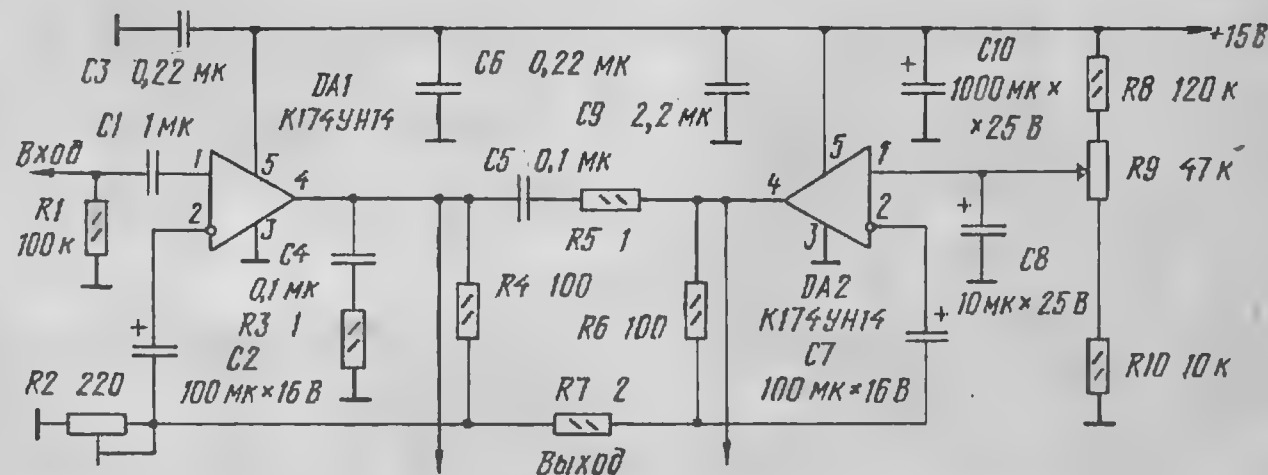

Рис. 3
На рис. 3 приведена схема мощного мостового усилителя ЗЧ на микросхемах K174УН14. Диапазон воспроизводимых частот усилителя 20...20 000 Гц при неравномерности АЧХ +2 дБ; номинальная (максимальная) мощность на нагрузке 4 Ом — 10 (20) Вт; номинальное входное напряжение — 100 мВ; отношение сигнал/шум — 70 дБ. Перечисленные параметры были получены при питании усилителя от стабилизированного источника питания напряжением 15 В.